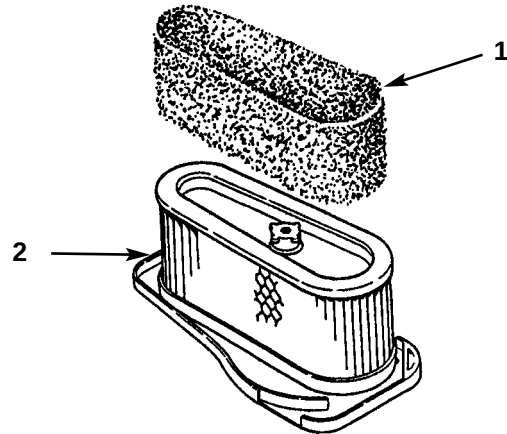

Fig. 28
4. Skub forsigtigt skumelementet af papirelementet (fig. 28).
1. Skub forsigtigt skumelementet på papirfilterelementet (fig. 28).